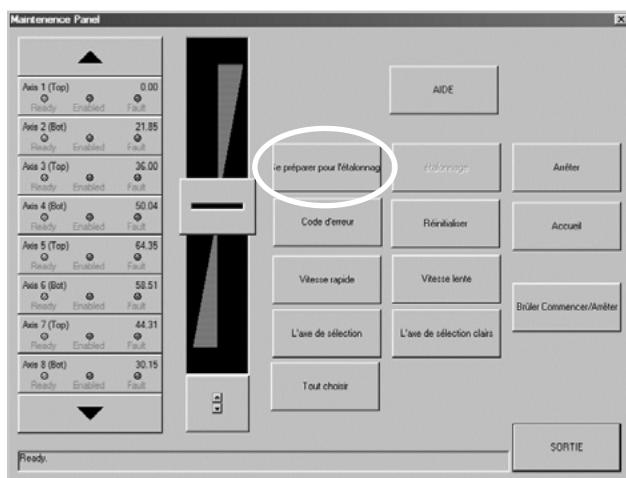

Figure 60
- Étape 3. cliquer sur Préparer pour procéder à la calibration. (Figure 60)